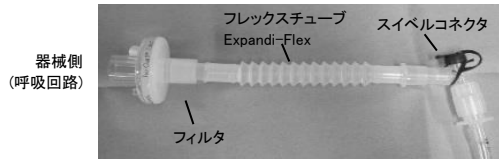

図 2 患者側 (人工気道)
2. フレックスチューブ及びスイベルコネクタ (販売名: Gibeck ヒューミディベント、認証番号: 221AIBZX00035000 の附属品) と併用する場合 (図 2)